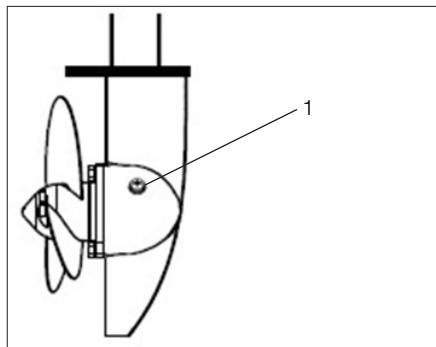

Рис. 15 Обслуживание редуктора
2. Открутите пробку 1 контрольного отверстия (Рис. 15).